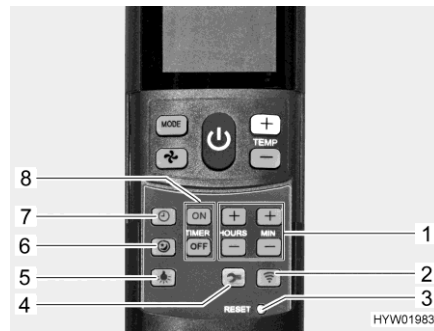

Bild 117 Fernbedienung mit Einstell-tasten (Klimaanlage)
- Taste Sanftlauf (Bild 117,6) drücken. Im Kühlbetrieb läuft das Gebläse dann mit niedriger Drehzahl und deshalb besonders leise.
- Taste Uhrzeit (Bild 117,7) drücken.
- Mit den Tasten (Bild 117,1) Stunden und Minuten einstellen.
- Taste "ON" (Bild 117,8) drücken.
- Tasten für die Zeiteinstellung (Bild 117,1) drücken, bis die gewünschte Zeitspanne bis zum Einschalten erreicht ist.
- Taste "OFF" (Bild 117,8) drücken.
- Tasten für die Zeiteinstellung (Bild 117,1) drücken, bis die gewünschte Zeitspanne bis zum Ausschalten erreicht ist.
- Taste "ON" oder Taste "OFF" (Bild 117,8) erneut drücken.
- Beleuchtung einschalten:* ■ Taste Licht (Bild 117,5) drücken. Das Licht wird mit der zuletzt eingestellten Dimmstufe eingeschaltet.
- Beleuchtung dimmen:* ■ Taste Licht (Bild 117,5) drücken und gedrückt halten, bis die gewünschte Helligkeit erreicht ist.
- Beleuchtung ausschalten:* ■ Taste Licht (Bild 117,5) drücken.
- ▷ Die Taste Setup (Bild 117,4) dient dazu, die Fernbedienung bei der ersten Inbetriebnahme mit der Klimaanlage zu verbinden.